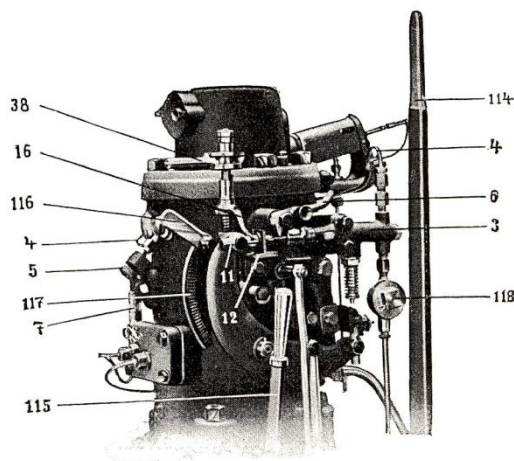

Fig. 9.
BRÄNSLEPUMPEN (se fig. 9). Den under bränslepumpen (3) sittande ventilen är en sugventil (märkt s), vid hvil-
HASTIGHETSREGLERINGEN (se fig. 9). Hastigheten på motorn regleras genom att vrida på handtaget (38), hvarvid regulatorfjädern (16), som trycker på regulatorvikten (11), spännes mer eller mindre beroende på handtagets vridning, och kan man sålunda få den önskade hastigheten inom mycket vida gränser.
SÄTTET ATT STANNA MOTORN (se fig. 9). Då man vill stanna motorn har man endast att upplyfta pumphandtaget (6) och fastlåsa detsamma i detta läge medelst den på detsamma sittande skruven, då bränsleinmatningen upphör.